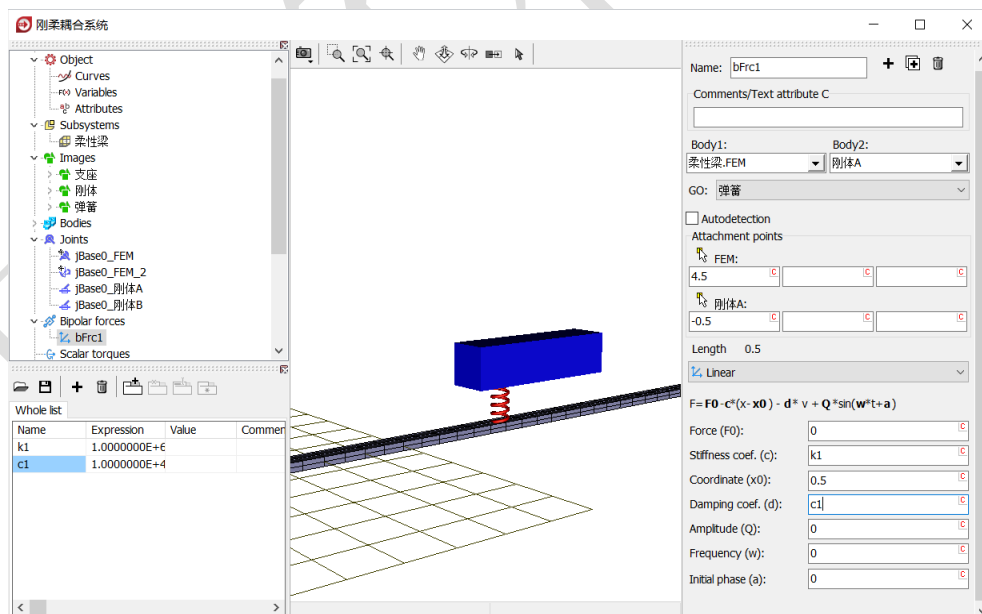

图 2-114
- 13) 定义刚度系数为 **k1**(赋值 **1.0e6 N/m**), 阻尼系数为 **c1**(赋值 **1.0e4 Ns/m**), 定义弹簧自然长度为 **0.5 m**, 如图 2-114。